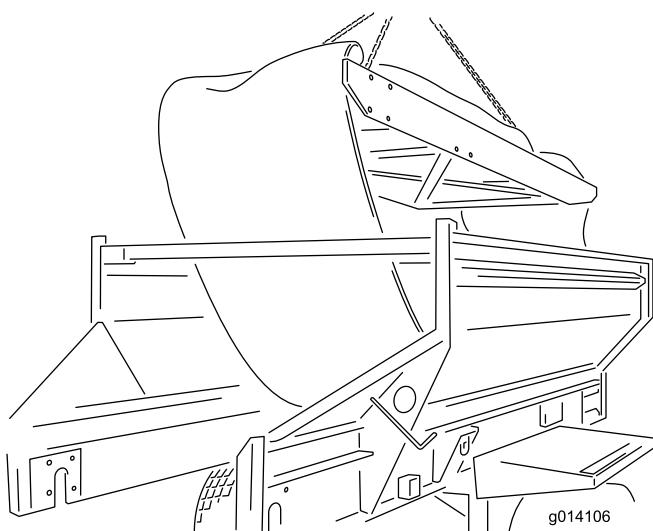

Figura 49
24. Rimuovete il telaio portante sollevandolo ed estraendolo da sopra la macchina. Posatelo al suolo (Figura 49).